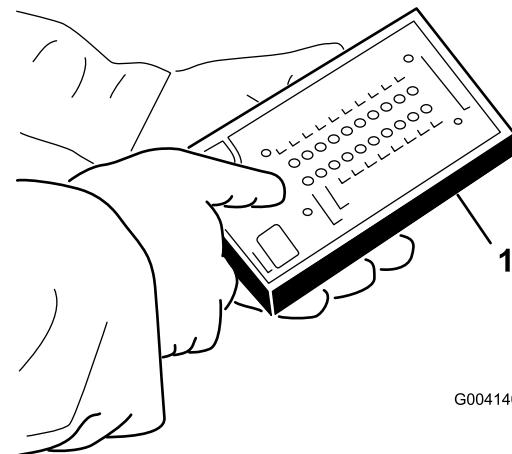

Figure 49
5. Branchez le connecteur de l'affichage de diagnostic ACE au connecteur du faisceau de câblage (Figure 49).